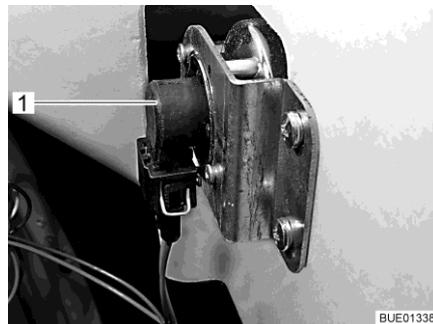

Fig. 214 Intermitente
- Meter la mano detrás del portalámparas (Fig. 214,1).